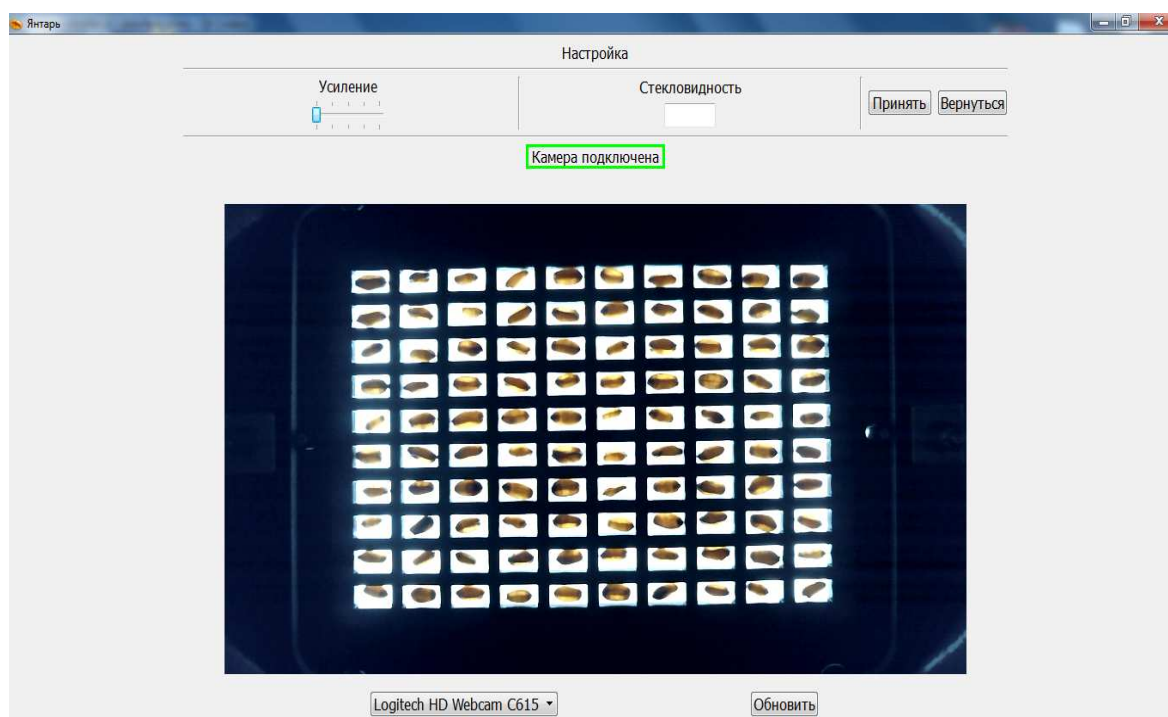

Рис.23. Настройка.
- На экране откроется окно настройки усиления интенсивности освещения (яркости) кассеты с зёрнами (Рис.23):